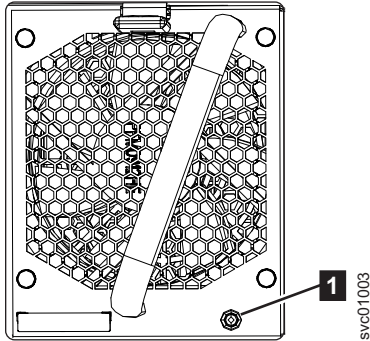

図 120. ファン・モジュール LED
1. 交換するファン・モジュールを確認します。ファン・モジュールの前面にあるオレンジ色の LED (図 120 の **1**) が点灯している場合は、障害を示しています。